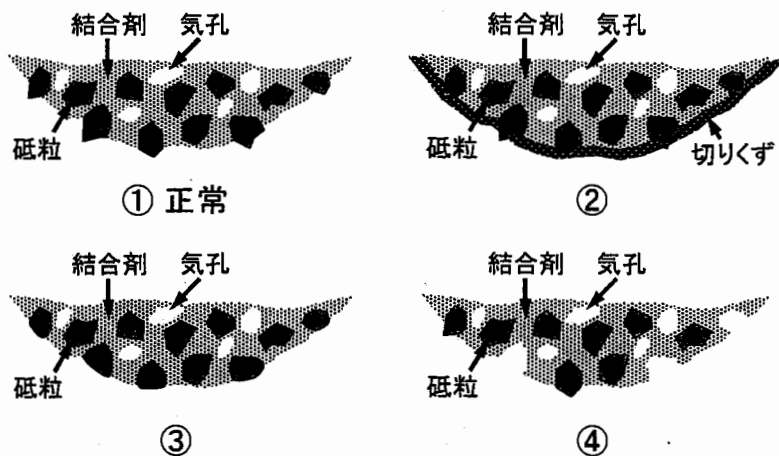
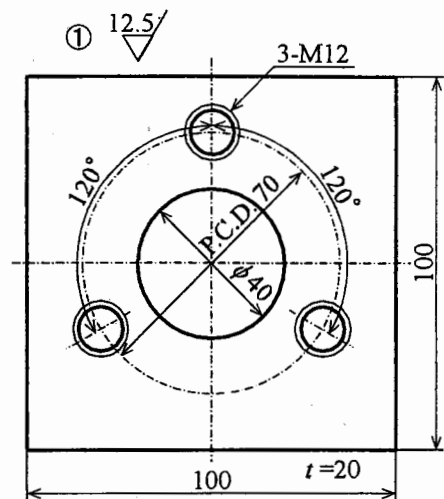

図 1-2 砥石の状態を示す模式図
図 1-3 部品図
(2) 図 1-2 の砥石の状態を示す模式図を見て次の問いに答えよ。
- 図中①の正常な砥石の状態に対して, 砥石の切れ味が劣化する②, ③, ④の状態がどのように呼ばれているかを示せ。
- 図中②と③の砥石の状態で, 砥石の切れ味が劣化する理由を説明せよ。
(3) 図 1-3 に示す部品番号①の部品図を見て次の問いに答えよ。
(4) 工作機械における“母性の原理”を簡潔に説明せよ。